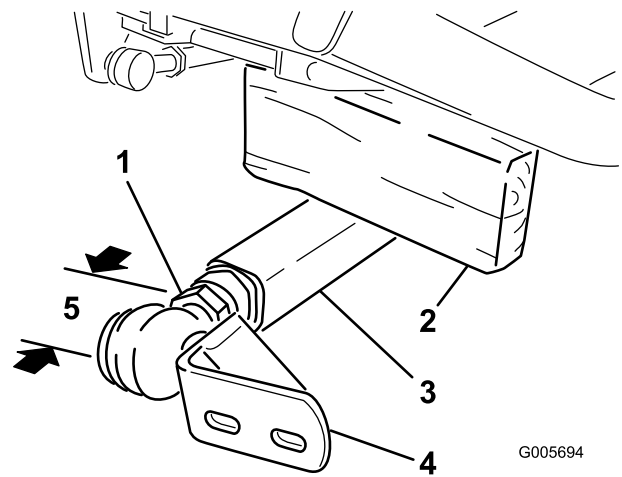

Figura 6
3. Peça ajuda a uma pessoa para pressionar o braço esquerdo. Insira um bloco de madeira de 51 x 102 cm entre a estrutura e a parte superior do braço de pressão (Figura 6). Aparafuse a rótula esférica no braço esquerdo até o centro da rótula esférica ficar 60 mm afastado da parte da frente do braço (Figura 6). Não aperte a porca de segurança.